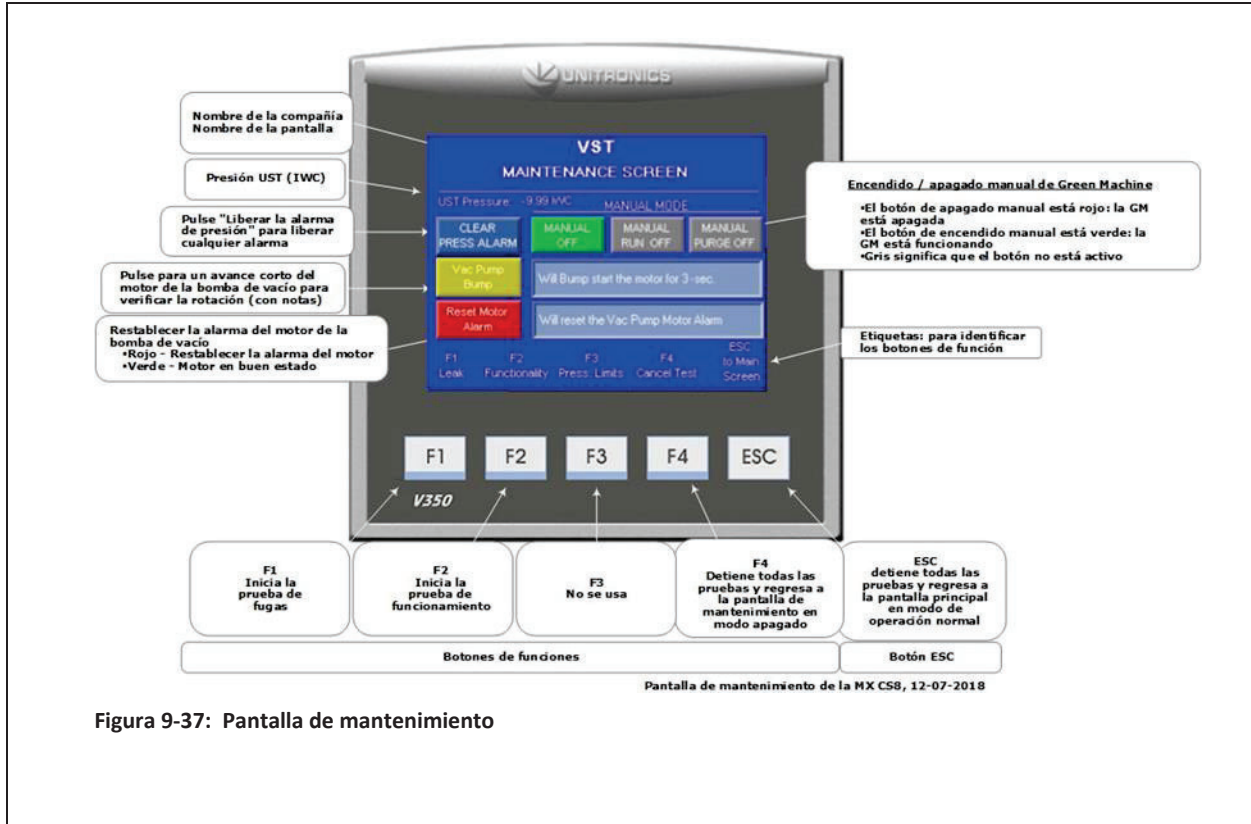

Figura 9-37: Pantalla de mantenimiento
**Vea la Figura 9-37.** (La GREEN MACHINE ahora está en el modo Manual OFF [apagado manual] y no funcionará.)